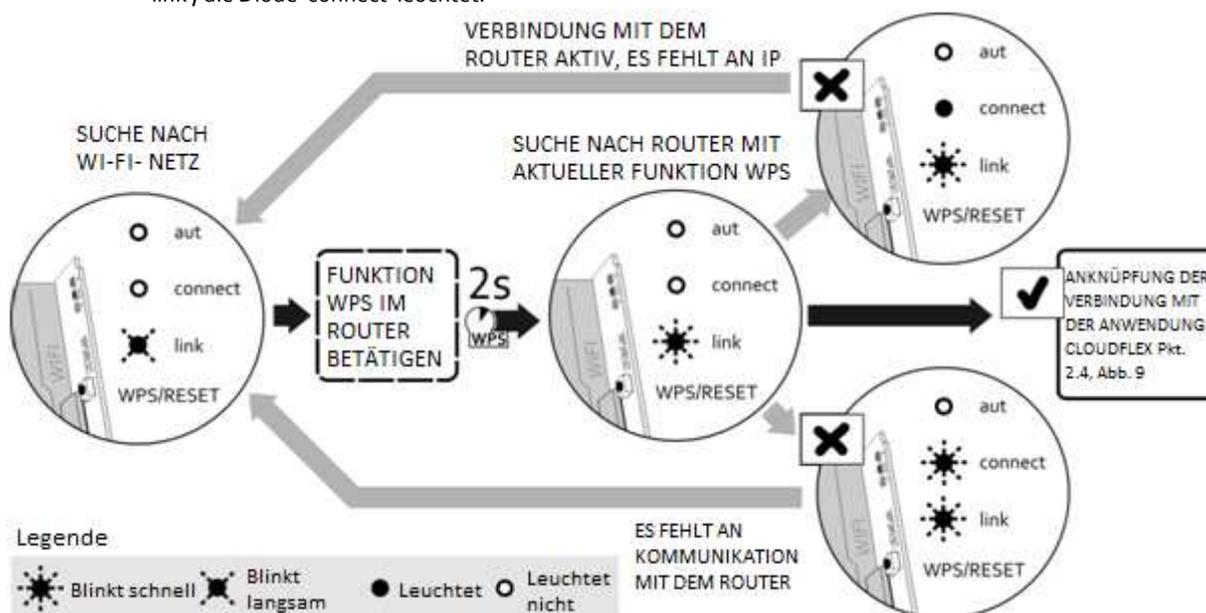
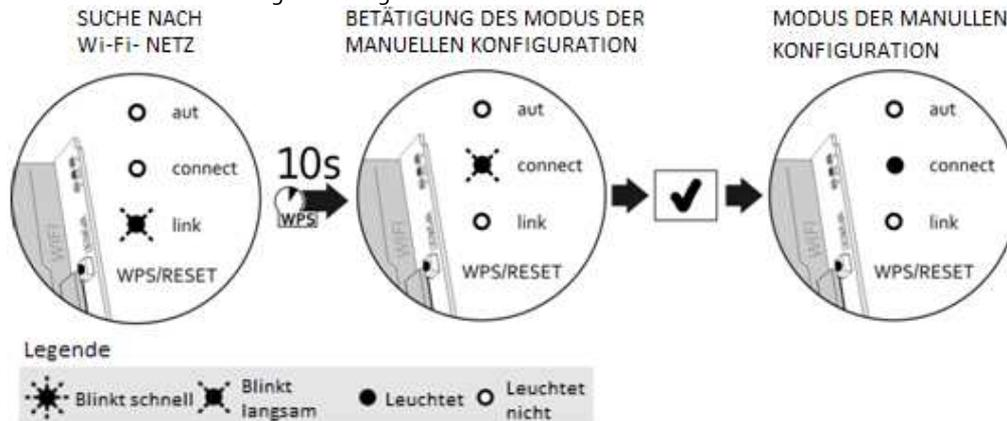

Abb. 4 Automatische Gewinnung der Einstellungen des Netzes Wi-Fi mit der Funktion WPS.
Abb. 5 Manuelle Konfiguration der Verbindung mit dem Router – Einführung der Karte WL in den Modus der manuellen Konfiguration
Die Konfiguration der Karte soll mit Benutzung vom Modus WPS des Routers (Abb.4, Pkt.2.1) oder manuell durchgeführt werden (die Karte wird in den Modus der manuellen Konfiguration, Abb. 5, Pkt.2.2. umgeschaltet).
Die Konfiguration der Karte WL mittels der Funktion WPS des Routers soll auf folgende Art und Weise durchgeführt werden (Abb. 4):
Die Karte WL wird im Falle des Auftretens der Fehler während der Suche nach Verbindung mit dem Router sie mittels der Signaldioden signalisieren (Abb.4 und Tabelle 1):
- **Schritt 1:** die Taste WPS/RESET für etwa 10s (Abb.5) bis zum Moment halten, bis die rote Diode 'connect' langsam zu blinken beginnt. Das Blinken der roten Diode 'connect' bedeutet, dass die Karte WL ein neues Netz Wi-Fi bildet. Nach einer richtigen Bildung des neuen Netzes Wi-Fi wird die Diode 'connect' leuchten.